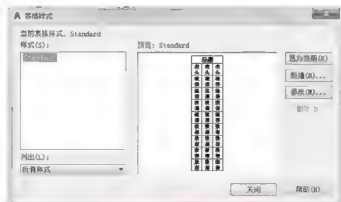

图 3.116 【表格样式】对话框
(1) 执行菜单栏中的【格式】【表格样式】命令，打开【表格样式】对话框，如图 3.116 所示。
(2) 单击图 3.116 中【表格样式】对话框中的【新建】按钮，弹出【创建新的表格样式】对话框，在【新样式名】文本框中输入“图纸目录”，【基础样式】下拉列表中选择